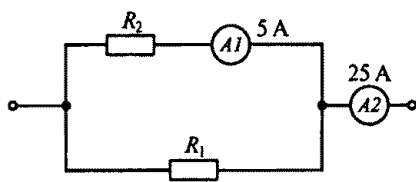

Рис. 29
1.43. Каково сопротивление R_2 на рис. 29 при $R_1 = 3$ Ом и показаниях амперметров, указанных на схеме?